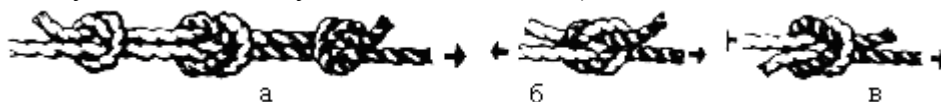

Рис. 1. Прями́й вузол: а – з контрольними вузлами, б – неправильно зв'язаний вузол, в – правильно зав'язаний вузол
**Завдання 1.** Навчитися в'язати прямий вузол (рис.1).